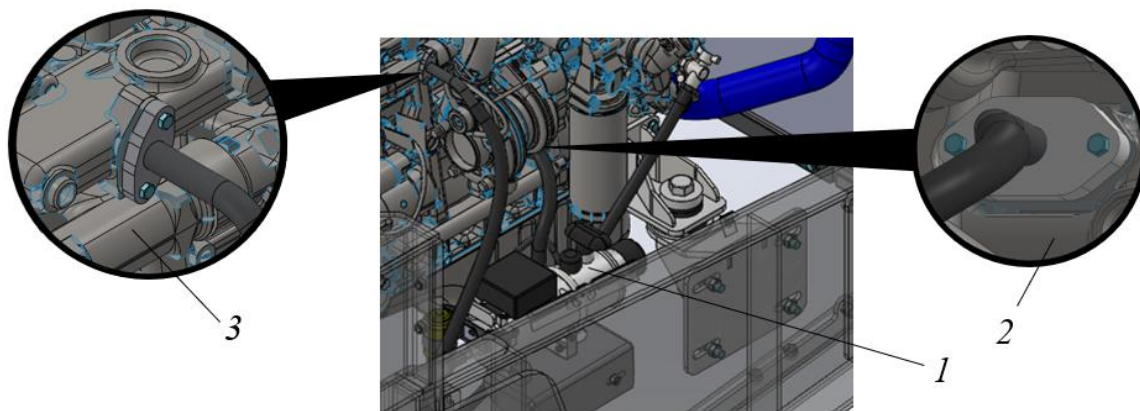

Рисунок 5.41. Расположение ПЖД
ПЖД размещен в моторном отсеке, справа, см. рис. 5.41. Доступ к нему реализован через правую створку моторного отсека.
- ▶ Осмотреть соединения на герметичность (подключение к ПЖД поз 1 и к двигателю поз 2-3, см. рис. 5.41).
В зависимости от комплектации машины фактическое расположение ПЖД может отличаться от представленного на рис. 5.41.